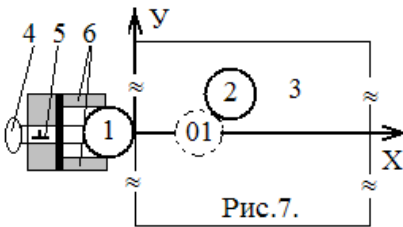

Рис.7.
В лабораторной работе проверяются закон сохранения импульса и закон сохранения механической энергии при упругом соударении двух тел. Установка (рис.7) состоит из рабочего поля 3 с нанесенной на него координатной сеткой, по которому перемещаются взаимодействующие тела 1 и 2. Начальную скорость телу 1 в направлении оси X сообщает ударный пружинный механизм 5. Перед выстрелом тело 1 фиксируется между направляющими 6. Винтом 4 регулируют сжатие пружины механизма и тем самым изменяют начальную скорость тела 1. Это тело движется вдоль оси X и, достигнув положения 01, упруго соударяется с неподвижным телом 2. После соударения (рис.8) тело 1 движется под углом α к оси X , а второе тело начинает двигаться под углом β к оси X . Вследствие трения телá останавливаются, пройдя соответственно пути ℓ_1 и ℓ_2 .
1) Получите у лаборанта два тела (шайбы) и запишите их массы m_1 и m_2 в таблицу 1. 2) Шайбу 1 установите в круг, соответствующий положению 01 первой шайбы перед ее соударением с шайбой 2 (рис.7,8,9). Запишите в
таб.1 начальные координаты X_{01} и Y_{01} крайних точек первой шайбы в этом положении. 3) Введите пружинный механизм (рис.7), зафиксировав его в пазу, указанном лаборантом. Шайбу 1 вставьте